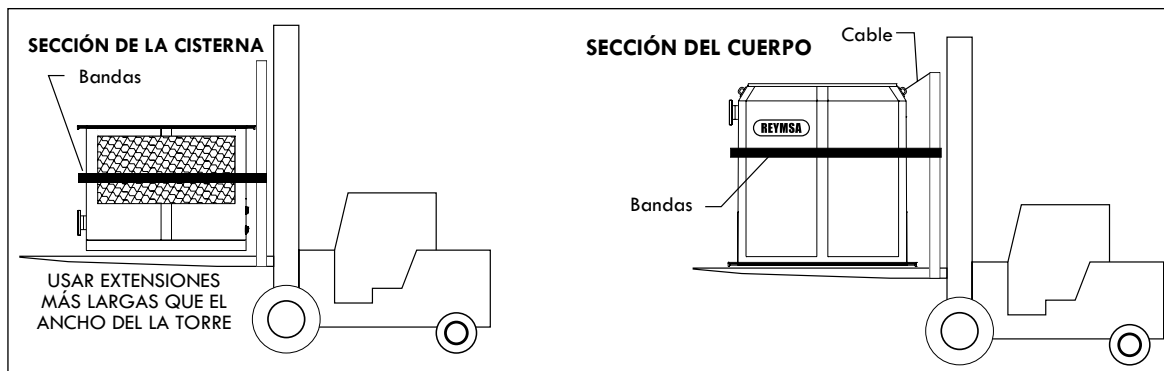
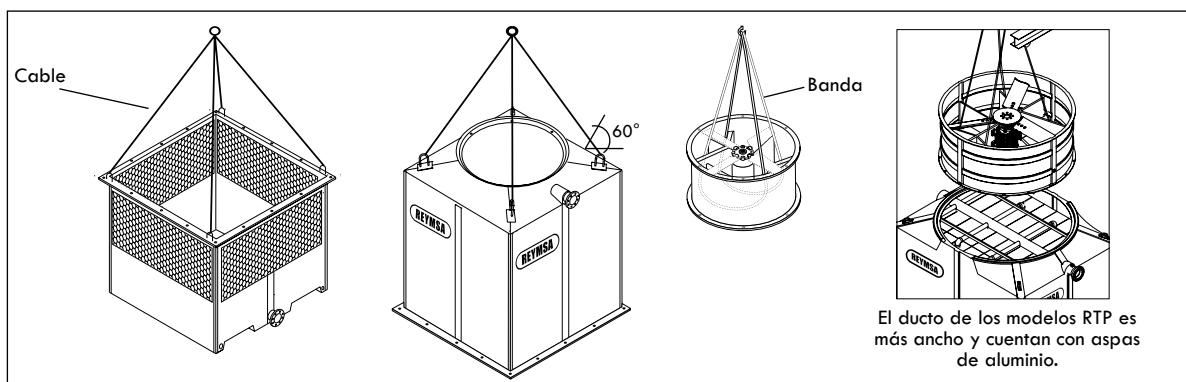

Figura A-3: Levantamiento con montacargas de una torre de un ventilador
Figura A-4: Levantamiento con grúa de una torre de un ventilador
- B. Al asegurarse que el equipo se encuentra en condiciones apropiadas, se procede a descargarlo del transporte pieza por pieza, utilizando una grúa o montacargas de la capacidad adecuada (ver Figura A-3 y Figura A-4 como ejemplos).
- C. Para la descarga con grúa se recomienda un ángulo de levantamiento de al menos  $60^\circ$  entre la banda y la horizontal. La cisterna y el cuerpo de las torres de un ventilador vienen equipados con argollas de izar en cada esquina en la parte superior para el levantamiento con grúa. Coloque las bandas a través de las argollas de izar (como se muestra en la Figura A-4). No balancee hasta tensar las bandas.